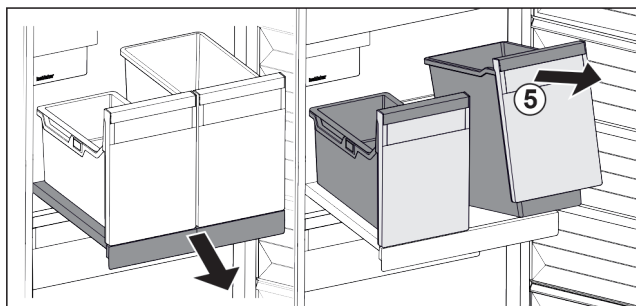

Fig. 41
- ▶ Nádobu Fig. 41 (5) vpředu nadzvedněte.